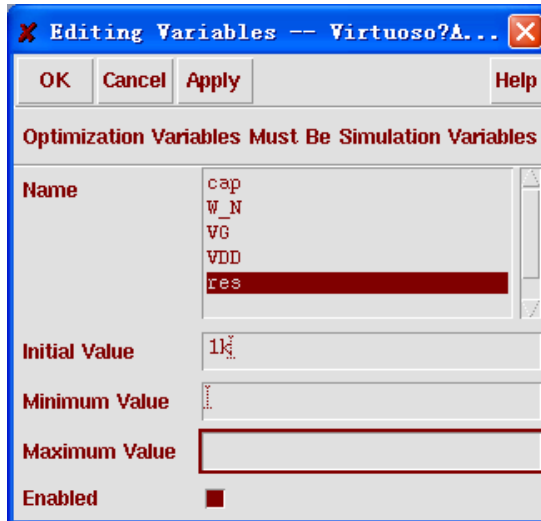

图 11.21 电阻初始值的赋值
- 2) 在“Name”栏中选择我们需要添加的设计变量，被选中的设计变量将被高亮显示，如图 11.21 中的“res”设计变量。
- 3) 在“Initial Value”栏中填入在优化时，该设计变量的开始值。这里初始值有一个默认值，即在 ADE 窗口中对该设计变量的赋值。如在图 11.21 中，设计变量“res”的初始值为“1k”，和“ADE”窗口中的设置一致。